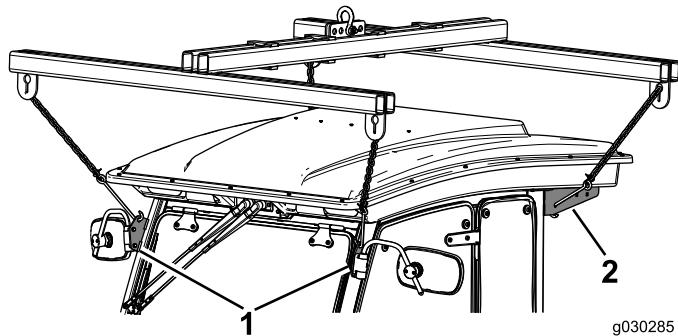

Figura 21
- Ligue o guincho da cabina aos 4 pontos de elevação na unidade da cabina (Figura 21).